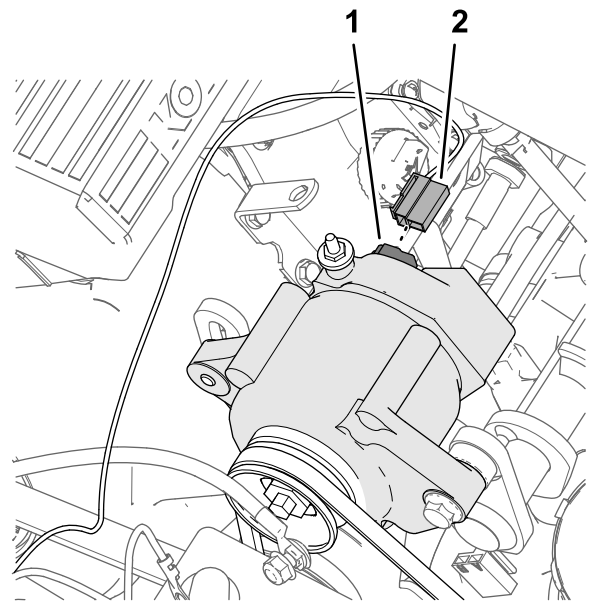

図 184
1. キットのワイヤハーネスのうち、57cm のピンク線の端についている 2 ソケットコネクタ 図 184 を、オルタネータ50A の 2 ピンコネクタに接続する。